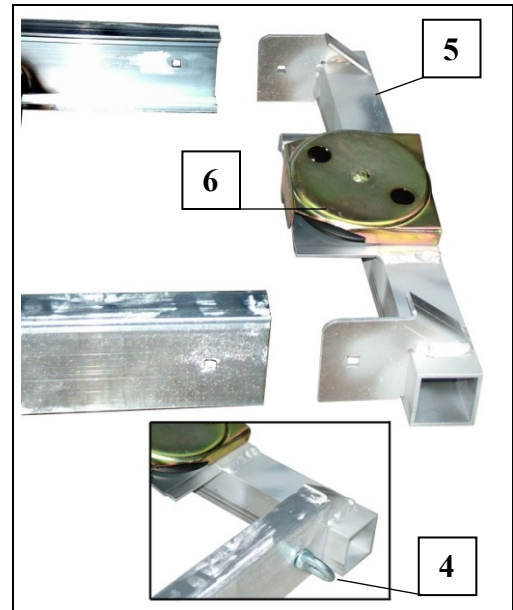

Fig. 20 Kopfstück montieren
- Am Ende des Leiterteils Kopfteil (5) aufsetzen und verschrauben. - Seilumlenkrolle zeigt nach oben (siehe Fig. 20).